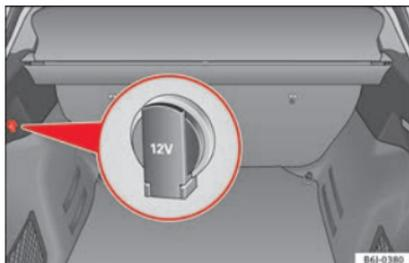

Fig. 115 Detalle del revestimiento lateral del maletero: toma de corriente de 12 voltios.
- Eleve la tapa de la toma de corriente » **fig. 115**.